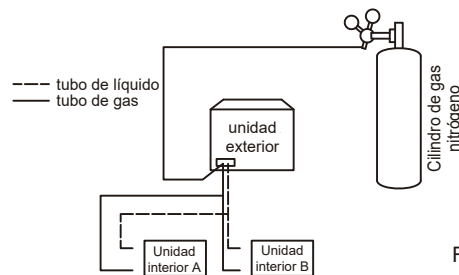

Fig. 5.38
- Utilice tapones ciegos para bloquear todas las aperturas del lado del líquido (gas), excepto la apertura de la unidad interior más alejada de las unidades exteriores ("Unidad interior A" en la Fig. 5.38).